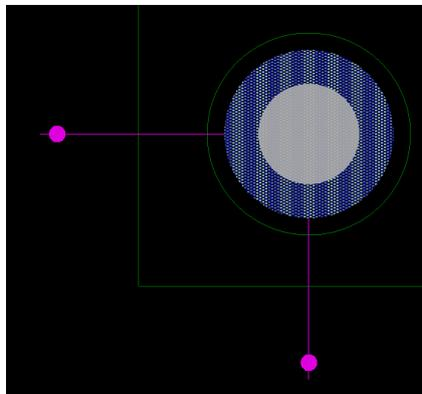

Рис. 1.103 Определение начала координат для проставки Datum Dimension.
- Определить точку начала координат и длину выносных линий с засечками по осям X и Y см. Рис. 1.103.